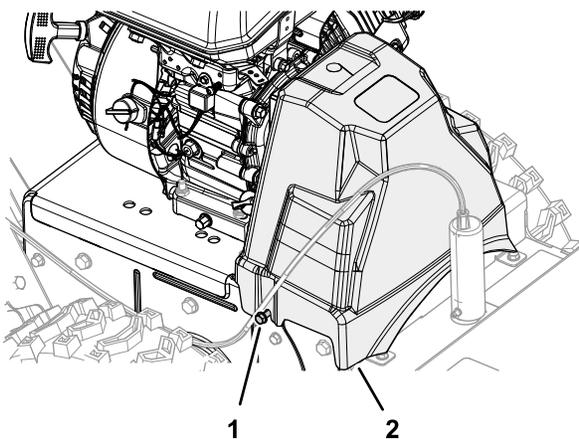

Figura 42
1. Afloje los 2 tornillos con arandela prensada que sujetan la cubierta de las correas a la máquina (Figura 42).